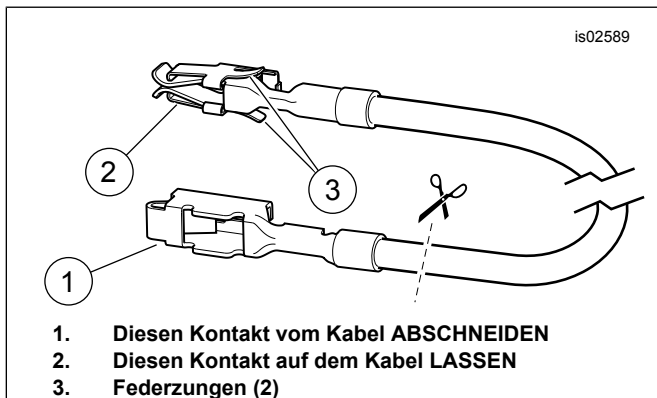

Abbildung 7. Sicherungsblock-Adapterkabel (Dyna- und Softtail-Modelle)
3. Siehe Abbildung 16. Das orange/weiße Sicherungsblock-Adapterkabel (15) aus dem Satz bereitlegen. Den Kontakt an beiden Enden notieren (Siehe Abbildung 7.). Nur der Kontakt mit den Federzungen passt in diesen Sicherungsblock. Den nicht benötigten Kontakt sorgfältig abtrennen und entsorgen.
- Siehe Abbildung 16. Das orange/weiße Sicherungsblock-Adapterkabel (15) aus dem Satz bereitlegen. Den Kontakt an beiden Enden notieren (siehe Abbildung 7). Nur der Kontakt mit den Federungen passt in diesen Sicherungsblock. Den nicht benötigten Kontakt sorgfältig abtrennen und entsorgen.